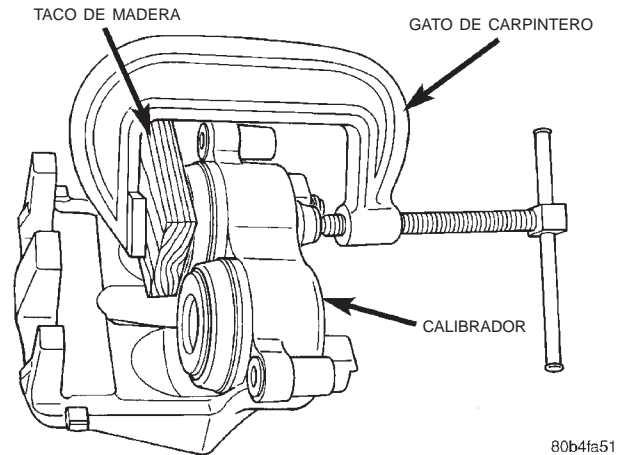

Fig. 63 Presionando un pistón con gato de carpintero
(1) Drene el líquido de frenos del calibrador.
(2) Empleando un gato de carpintero, presione un bloque de madera sobre un pistón (Fig. 63).